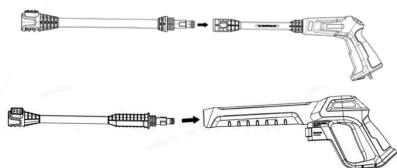

Рис. 4
2. Установите на пистолет распылительную насадку. Для моделей с быстросъемным соединением распылительной насадки совместите выступы на штуцере насадки с пазами в разьеме пистолета, вставьте насадку в пистолет до упора и поверните насадку по часовой стрелке до упора (рис. 4).